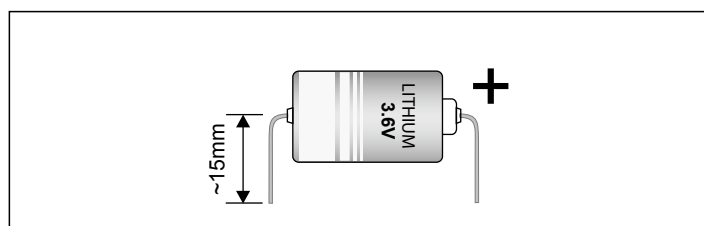

Fig. 5 Pile au lithium 3.6V.
5. insérez la nouvelle pile **en respectant les polarités comme indiqué en fig.5;**